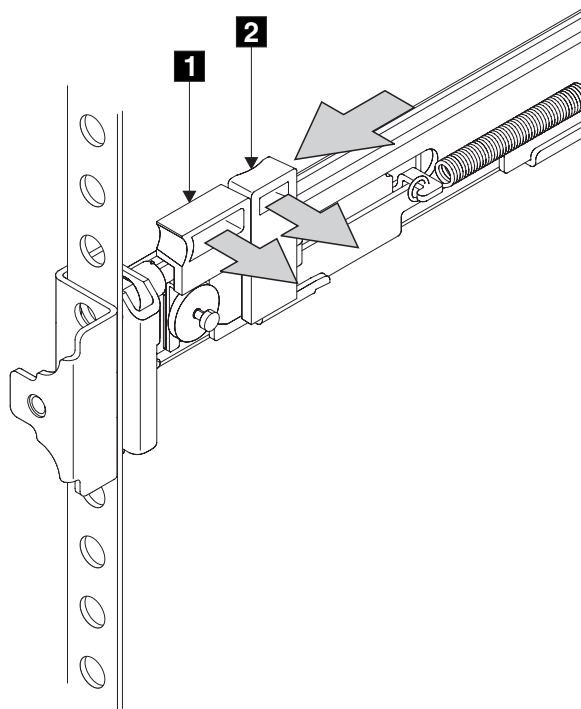

図 67. ラッチ・ロック・キャリア・アセンブリーを閉じる
8. ラッチ・ロック **2** (図 67) をレールから離れる方向に押して、キャリアを解放します。ラッチ・ロック・キャリアがラックの前方向にスライドし、位置決めピンが、前部フランジの穴と前部レール・ブラケットの穴を通して突き出ます。